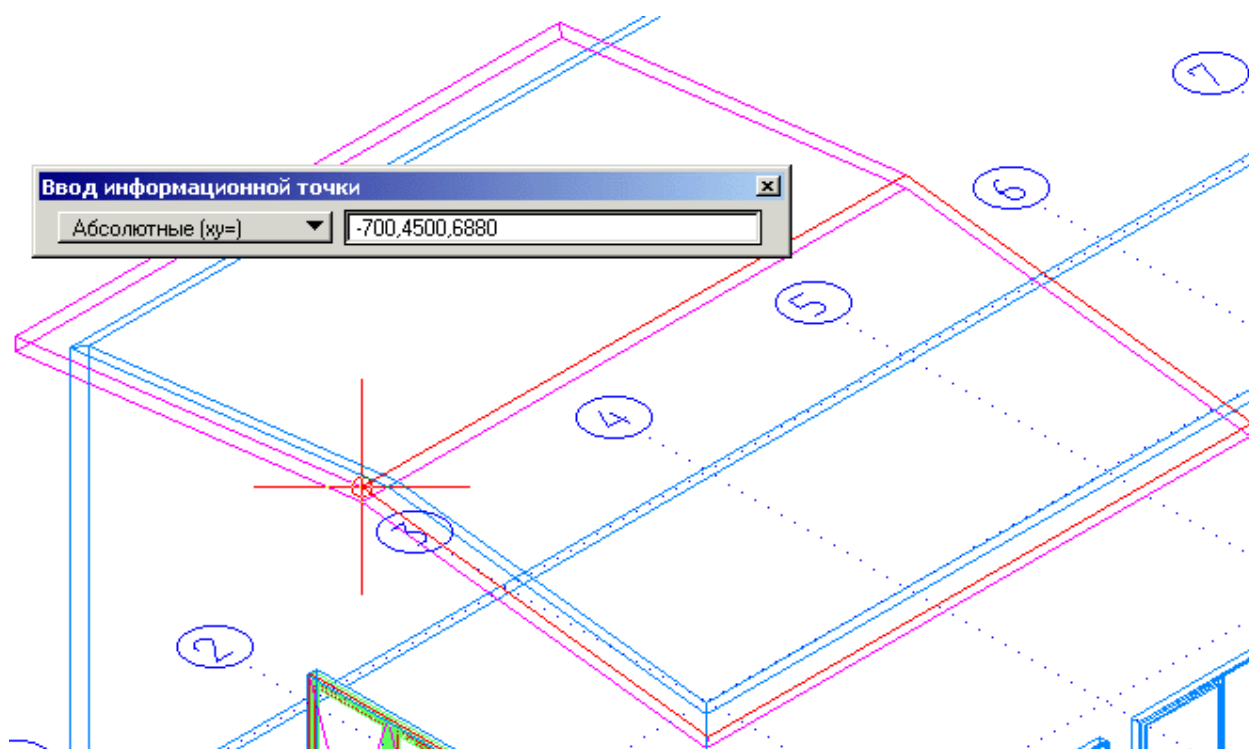

Рисунок 92
- Привязаться к передней верхней точке большого участка крыши (Рисунок 92).
- Появится диалоговое окно *Ввод информационной точки* (Рисунок 92), в котором необходимо записать «-700,4500,6880».